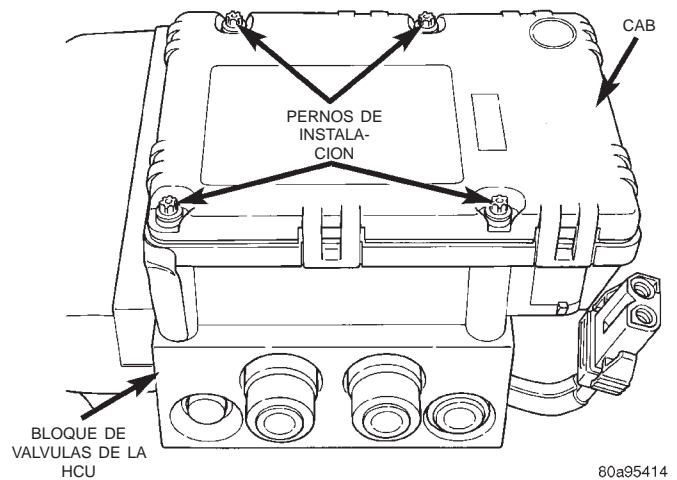

Fig. 34 Pernos de fijación del CAB
(3) Retire los 4 pernos (Fig. 34) que fijan el CAB a la HCU.
(2) Instale los 4 pernos que fijan el CAB (Fig. 34) en la HCU. Apriete los pernos de instalación del CAB con una torsión de 2 N·m (17 lbs. pulg.).